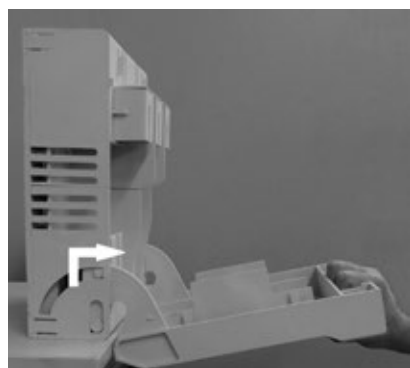

Figura 3
- Mueva la tapa a lo largo de la base de la seccionadora y a continuación retírela (Figura 3).